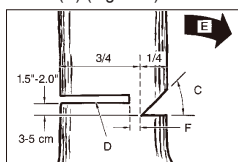

Fig. 11B
**⚠ AVERTISSEMENT :** ne passez jamais devant un arbre qui a été entaillé. Effectuez la coupe d'abattage (D) de l'autre côté du tronc, environ 1,5-2,0 pouces (3-5 cm) au-dessus du bord de l'entaille (C) (Fig. 11B)